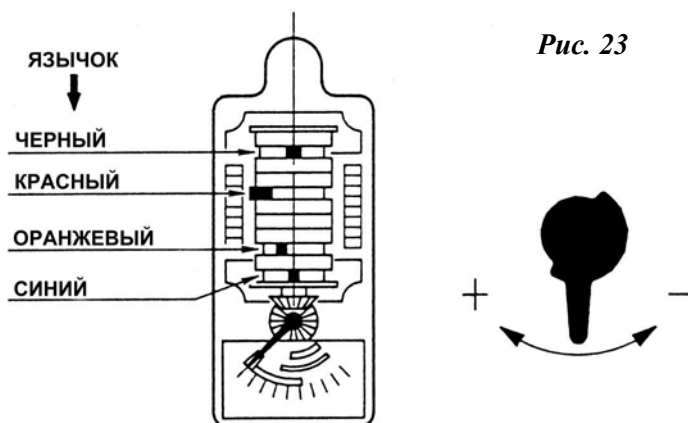
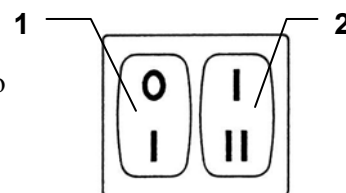
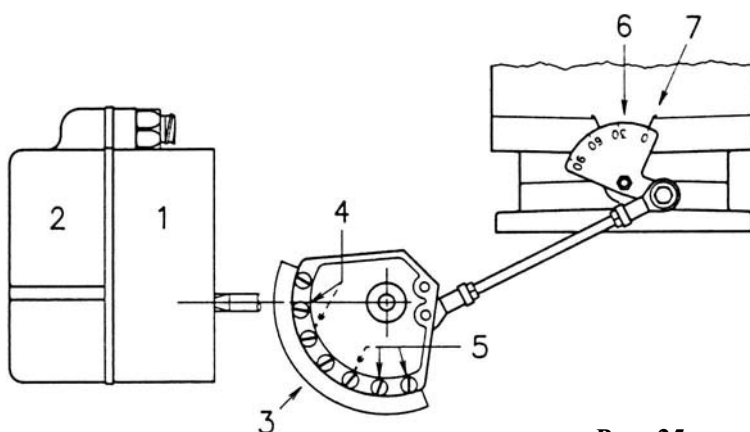

Рис. 23
Рис. 24
Рис. 25
- выключатель 1 (рис. 24) в положение «Включено»;
- выключатель 2 (рис. 24) в положение «1 ступень».
В предшествующем описании мы оставили зажженную горелку, работающую на 1-й ступени. Теперь следует передвинуть переключатель 2 (рис. 24) в положение «2 ступень». При этом серводвигатель одновременно откроет воздушную заслонку и дроссельный клапан на 90° .
Последовательно изменяйте профиль кулачка 3 (рис. 25), вращая винты 5.
Передвиньте переключатель 2 (рис. 24) в положение «1 ступень». При этом серводвигатель 1 (рис. 25) закроет воздушную заслонку и дроссельный клапан до угла 15° , соответствующего заводской регулировке.
- Если нужно уменьшить расход, небольшими перемещениями уменьшайте угол поворота оранжевого кулачка (рис. 23) — поверните его с 15° на 13° , затем 11° и т.д.
- Если нужно увеличить расход, переключите горелку на 2-ю ступень переключателем 2 (рис. 24) и увеличьте немного угол поворота оранжевого кулачка (рис. 23) — поверните его с 15° на 17° , 19° и т.д. После этого вернитесь на 1-ю ступень и снова измерьте расход газа.
Последовательно изменяйте профиль начального участка кулачка 3 (рис. 25), вращая винты 4. По возможности не вращайте самый первый винт: он отвечает за полное закрытие воздушной заслонки.
Выключите горелку выключателем 1 (рис. 24), и вращением винтов в средней зоне кулачка добейтесь плавного изменения его наклона. Не меняйте положение крайних винтов, чтобы не сбить уже произведенную регулировку 1-й и 2-й ступени.